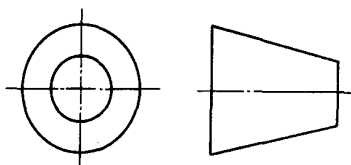

图 1
(1) 绘制零件三维虚拟模型。根据测绘草图用 PRO/E2001 绘制三维模型 (系统默认英寸, 单位设置为 mm)。见图 1。